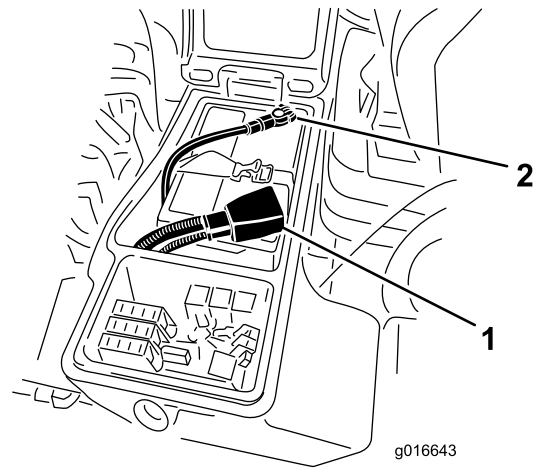

Figure 95
6. Raccordez le câble positif (rouge) de la batterie à la borne positive (+) et le câble négatif (noir) à la borne négative (-) (Figure 95).